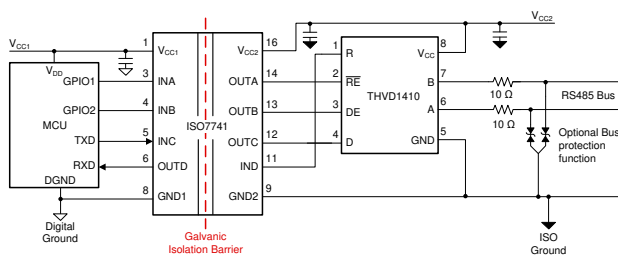
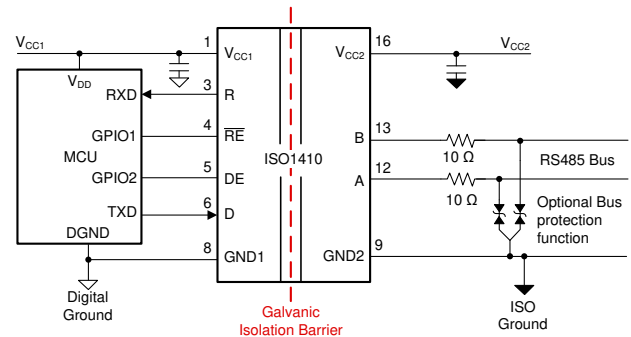

图 1. 采用 ISO7741 和 THVD1410 分立实现隔离式 RS-485
图 2. 采用 ISO1410 的隔离式 RS-485 的集成设计
对于 RS-485 系统, 有两种常见的隔离信号的方法。第一种方法是数字隔离器和 RS-485 收发器的分立式设计。在该设计中, 启用 (RE、DE)、发送 (D) 和接收 (R) 信号通过 MCU 和 RS-485 收发器之间的数字隔离器 (例如 ISO7741) 进行隔离。图 1 展示了这种设计的一个示例, 其中采用了 ISO7741 和一个 RS-485 收发器 (如 THVD1410)。分立式设计的一项主要优势是能够灵活地为特定应用选择理想收发器。然而, 由于采用了多芯片设计, 其缺点是需要额外的布板空间。
通过将隔离器与收发器组合到一个封装中, 该设计相比分立式设计减少了系统级布板空间。图 2 所示为如何用 ISO1410 替代图 1 的分立式设计。